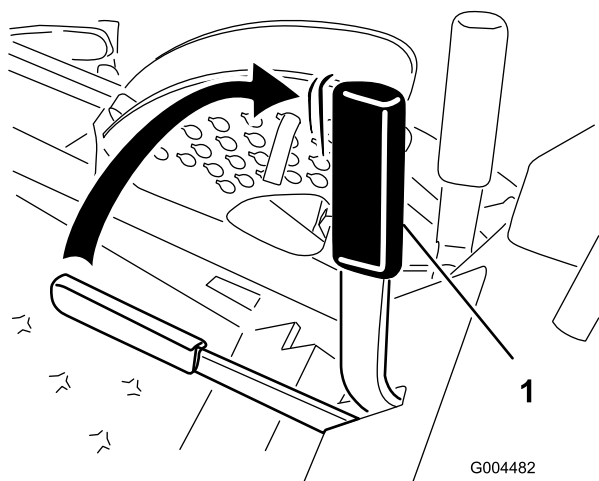

Figura 14
2. Alzate la leva del freno di stazionamento e tiratela indietro per innestare il freno (Figura 14). La leva del freno di stazionamento deve rimanere saldamente innestata.
Spingete in avanti ed abbassate la leva del freno di stazionamento per rilasciare il freno (Figura 14).